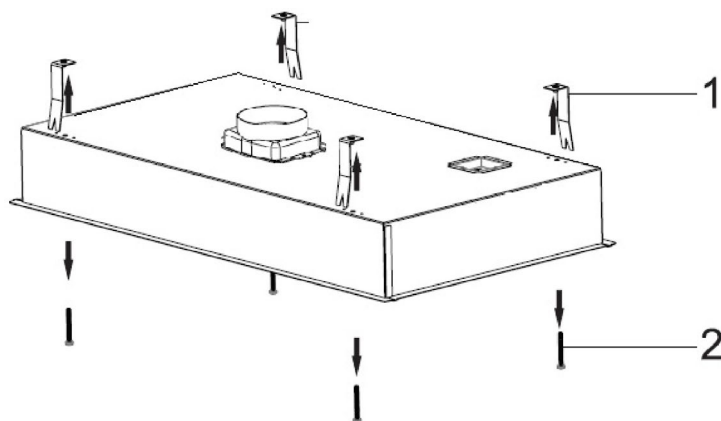

Fig. 11
1. ➡ Skruva loss skruvarna från fästet och ta bort fästena (Fig. 11)